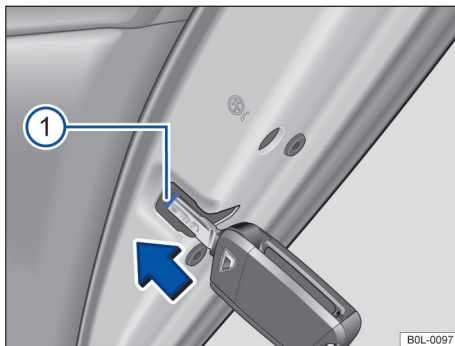

图 49 右侧车门锁止装置旁：用应急钥匙闭锁车辆
- 将钥匙头插入槽口 → 图 49 ① 内并沿箭头方向向内按压，直至槽口内的闭锁装置卡止。